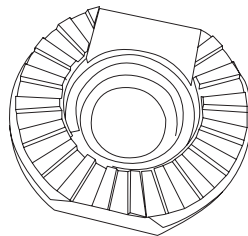

Рис. 6
8. Подготовьте муфту распорную к установке с другой стороны. Для этого установите в муфту кольцо дистанционное (**Рис. 6**):